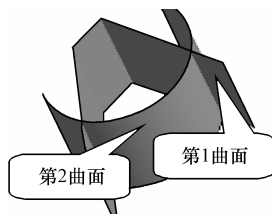
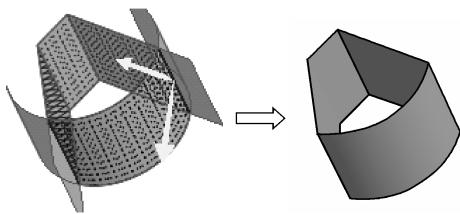

图 8-78 原曲面
图 8-79 系统默认保留侧
【例8-11】 对如图8-78所示的两个曲面进行曲面合并的各种操作。
(1) 打开文件“liti8-11.prt”，如图8-78所示。
(2) 在图形区选取第1个曲面，按住〈Ctrl〉键选择第2个曲面。
(3) 单击【编辑特征】工具栏中的【合并】按钮，图形区模型预览和合成曲面如图8-79所示。